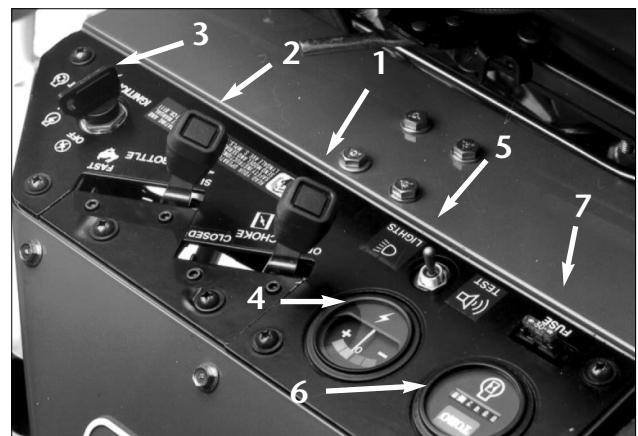

Bild 6
**GASHEBEL** (Bild 6)— Der Gashebel regelt die Motordrehzahl. Bewegung des Gashebels in Richtung FAST [Schnell] erhöht die Motordrehzahl; in Richtung SLOW [Langsam] reduziert sich die Motordrehzahl.
**CHOKE** (Bild 6)— Zum Anlassen eines kalten Motors, den Vergaserchoke durch Vorwärtsstellen des Chokehebels in die CLOSED-Position schließen. Nachdem der Motor angesprungen ist, den Choke so regeln, daß sich ein ruhiger Motorlauf ergibt. Den Choke sobald wie möglich in die OPEN-Stellung zurückziehen. Ein bereits warmgelaufener Motor erfordert wenig oder keinen Choke.
**ZÜNDSCHEISS** (Bild 6)— Den Zündschlüssel in das Schloß stecken und zum Anlassen des Motors im Uhrzeigersinn auf START drehen. Sobald der Motor angesprungen ist, den Zündschlüssel wieder loslassen. Zum Abstellen des Motors den Zündschlüssel im Gegenuhrzeigersinn auf OFF drehen.
**AMPEREMETER** (Bild 6)— Der Amperemeter zeigt den
**SICHERUNG** (Bild 6)—Die 20 A Sicherung ist Bestandteil des Stromnetzwerks.
**LECKDETEKTOR-/LICHTSCHALTER** (Bild 6)—Den Schalter von der mittigen Stellung nach rückwärts ziehen, um die Funktion des Leckdetektoralarms und der Zeitverzögerung zu prüfen. Den Schalter zum Einschalten der Beleuchtung (Zubehör) vorwärts stellen.
**BETRIEBSSTUNDENZÄHLER** (Bild 6)—Zeigt die von der Maschine absolvierten Betriebsstunden an. Der Betriebsstundenzähler beginnt seine Zählung, sobald das Zündschloß auf ON gestellt wird.
**SITZEINSTELLHEBEL** (Bild 6)—Der links vom Sitz befindliche Hebel ermöglicht eine Vor- und Rückwärts-einstellung bis zu 100 mm.